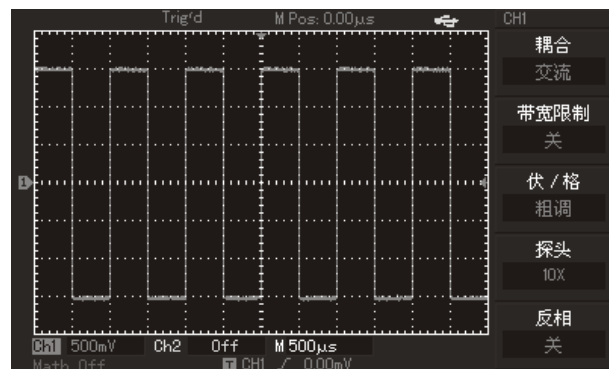

图1-7 探头补偿信号
③. 把探头的探针和接地夹连接到探头补偿信号的相应连接端上。按 **[AUTO]** 按钮。几秒钟内, 可见到方波显示(1kHz, 约3V, 峰峰值), 见图1-7。以同样的方法检查CH2, 按 **[OFF]** 功能按钮以关闭CH1, 按 **[CH2]** 功能按钮以打开CH2, 重复步骤2和步骤3。